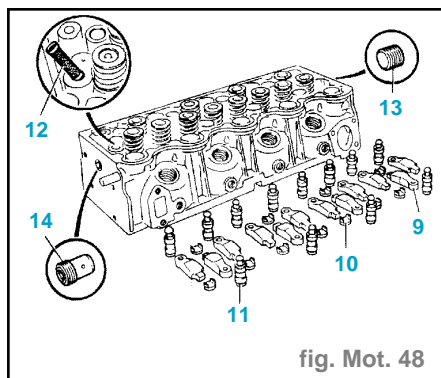

fig. Mot. 48
- la vis (6),
- le porte-arbre à cames (7), il est positionné sur la culasse par des goupilles cylindriques longues (8).
- Déposer, en repérant leur position (fig. Mot. 48) :
- les linguets (9),
- les guides linguets (10),
- les rotules hydrauliques (11),
- le filtre (12),
- le bouchon (13) du canal d'huile côté réchauffeur gazole,
- le clapet du canal d'huile (14).